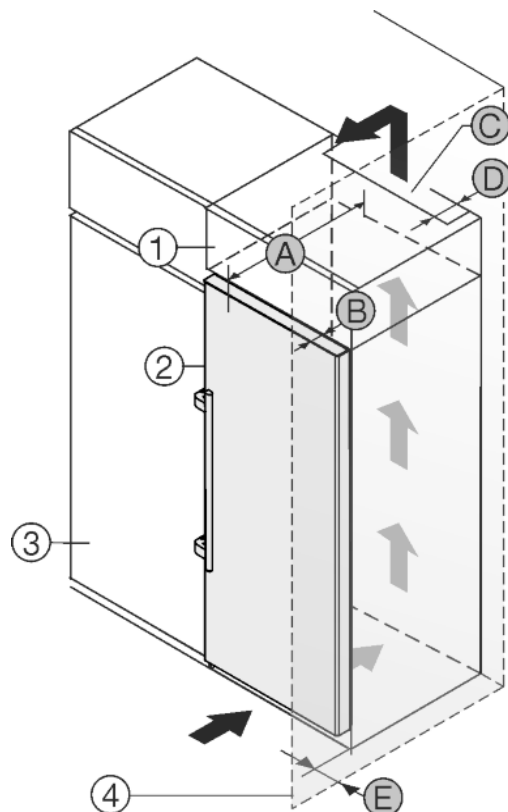

Fig. 19
Пристрій можна комбінувати з кухонними шафами. Для того, щоб пристрій Fig. 19 (2) вирівняти по висоті кухонної секції, на пристрій можна встановити антресольну секцію Fig. 19 (1).
Пристрій можна встановлювати безпосередньо поряд з кухонною шафою Fig. 19 (3). Для повного відкриття дверей пристрій повинен виступати на глибину Fig. 19 (B) відносно передньої панелі кухонної шафи. Залежно від глибини кухонних шаф та використання пристінних розпірок пристрій можна встановити так, щоб він виступав вперед.
- Задня сторона антресольної шафи повинна мати вентиляційний канал глибиною Fig. 19 (D) вздовж всієї ширини шафи.
- Під стелею приміщення слід дотримуватися поперечного перерізу вентиляційного відведення повітря Fig. 19 (C).
Якщо пристрій з шарнірами встановлюється поряд зі стінкою Fig. 19 (4), то між пристроєм та стінкою слід додержуватися відстані Fig. 19 (E). Це відповідає виступу ручки при відкритих дверцятках.